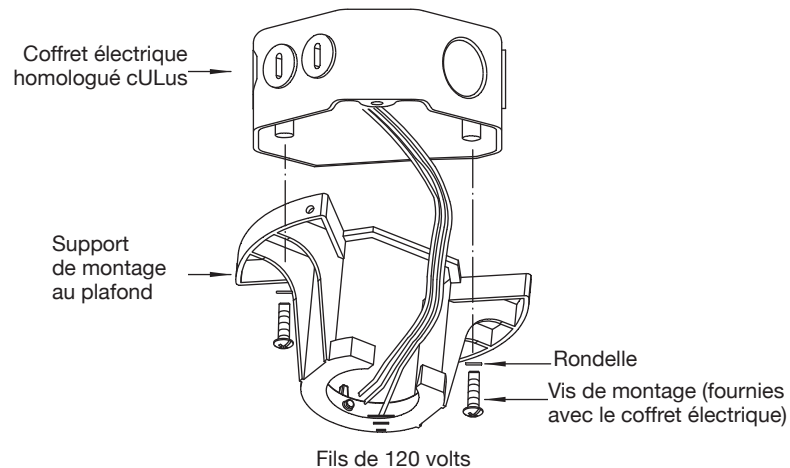

Fig. 5
**Étape 1.** Faites passer les fils d'alimentation de 120 volts par l'orifice central du support de montage au plafond, comme illustré sur la Fig. 5.